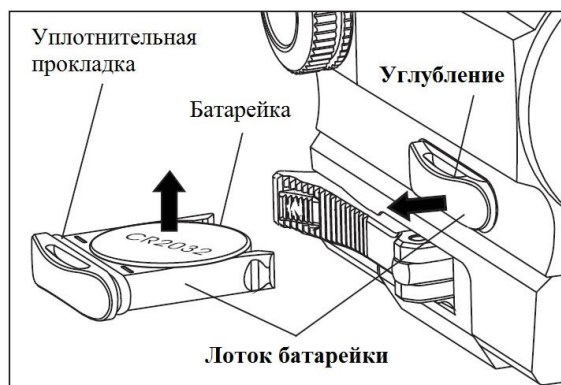

рис.2-1
- 1) Извлечение батарейки (см. Рис.2-1):